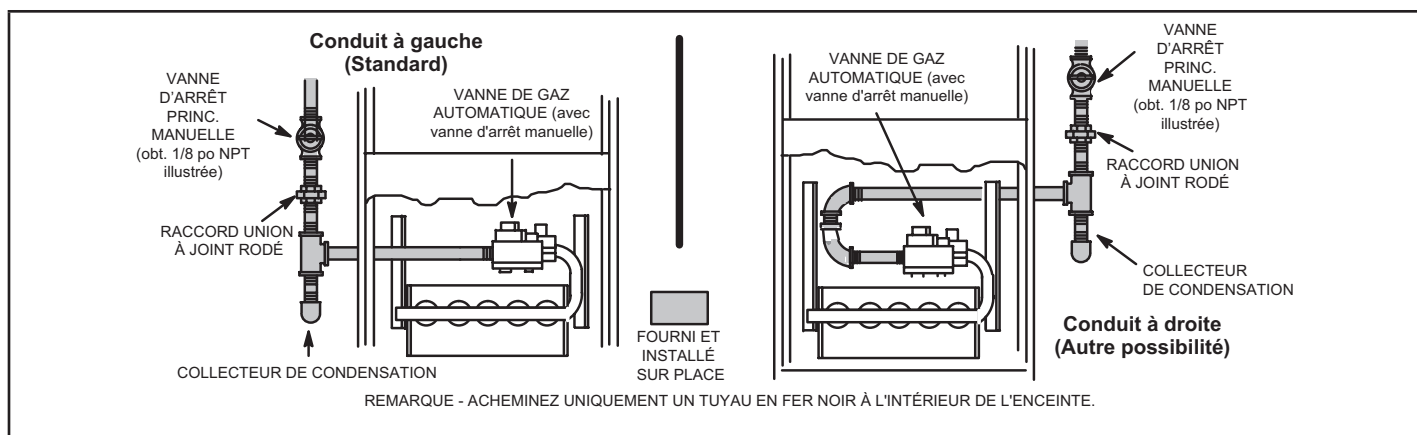

FIGURE 55
- 1 - La canalisation de gaz peut pénétrer dans l'unité par le côté droit ou le côté gauche. La canalisation d'alimentation entre dans la vanne de gaz par le côté de la vanne, comme illustré à la FIGURE 55. La canalisation de gaz doit être serrée à un couple minimum de 350 lb-po et un maximum de 800 lb-po sur la vanne de gaz.
- 3 - La canalisation de gaz ne doit pas traverser les conduits d'air, les chutes à linge sale, les cheminées ou conduits d'évacuation des gaz, les monte-plats ou les cages d'ascenseur. Centrez la canalisation de gaz dans l'ouverture. La canalisation de gaz ne doit pas toucher le côté de l'unité. Reportez-vous à la FIGURE 55.